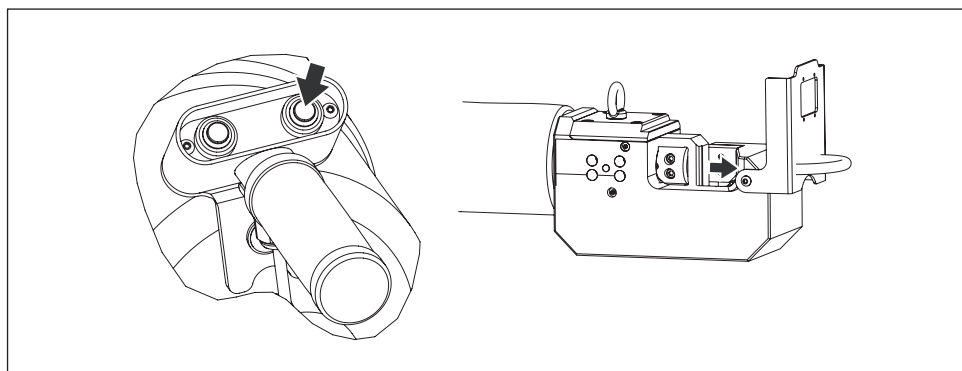

図11:操作 - 前進／切断
- **advance (前進)** プッシュボタンを押し続けると、ピストンが前進し、可動ブレードが前方へスライドします。図11を参照してください。